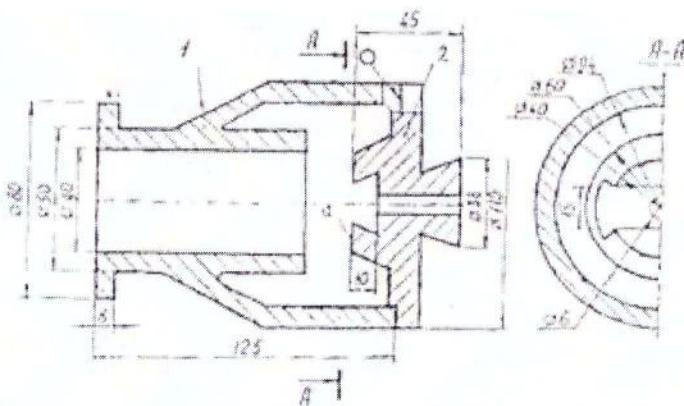

Рис. 5. Учебный узел 5
5. Сварить детали 1 (материал – БрА9Мц2Л) и 2 (материал – безоловянная бронза), производство единичное, рис. 5.